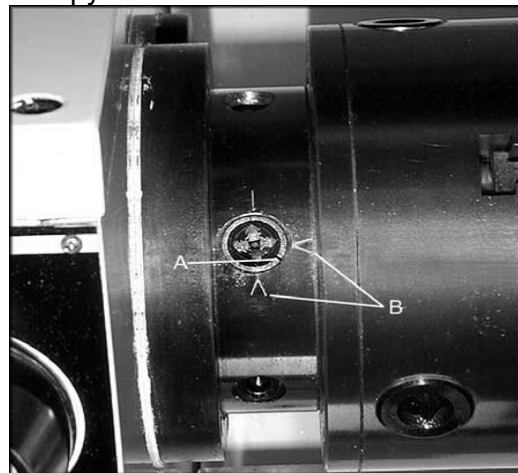

Рисунок 3
**Примечание:** Прежде, чем вынимать патрон из шпинделя, поместите подходящую опору (деревянный брусок) на направляющих станины под патроном. Придерживайте патрон при повороте трех кулачковых зажимов (рис.3) на 1/4 оборота против часовой стрелки с помощью ключа патрона, находящегося в ящике для инструментов.
Поднимите патрон до конца шпинделя и нажмите на шпиндель. Закрепите на месте, поворачивая кулачковые зажимы на 1/4 оборота по часовой стрелке. Риска указателя на кулачковом зажиме (А, рис.3) должна находиться между двумя стрелками (В, рис.3). Если риска указателя не находится между двумя стрелками, выньте патрон и отрегулируйте зажимные болты, повернув на один полный оборот наружу (если кулачки не входят в зацепление) или повернув на один полный оборот вовнутрь (если кулачки поворачиваются за пределы риски указателя).